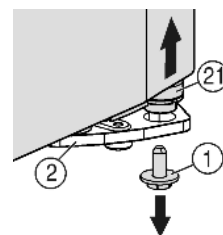
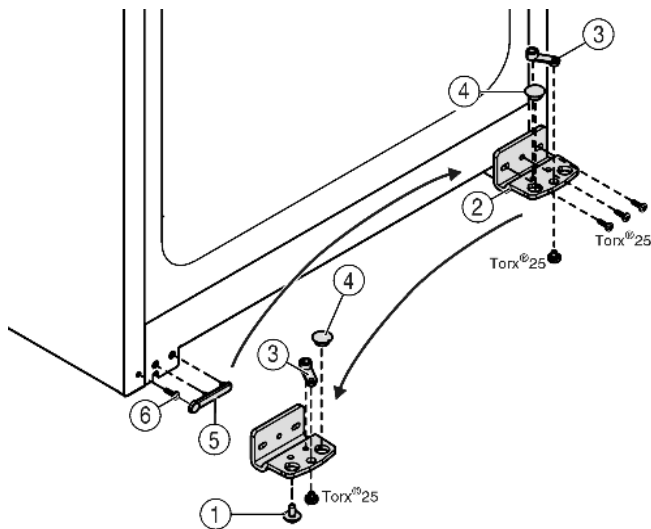

Fig. 4
Fig. 5
- ▶ Внизу справа на опорном кронштейне выкрутите фиксирующий винт *Fig. 4 (1)*.
- ▶ Опорный палец *Fig. 4 (21)* можно извлечь из опорного кронштейна *Fig. 5 (2)*.
- ▶ Если не удастся извлечь опорный палец *Fig. 4 (21)*, нажмите на него снизу.
- ▶ Открутите опорный кронштейн Fig. 5 (2).
- ▶ Открутите опорную деталь Fig. 5 (3) и, переставив в отверстие на противоположной стороне опорного кронштейна, снова прикрутите.
- ▶ Извлеките заглушку Fig. 5 (4) из опорного кронштейна и переставьте ее в отверстие на противоположной стороне опорного кронштейна.
- ▶ Осторожно снимите крышку со стороны ручки Fig. 5 (5).
- ▶ Выкрутите болт Fig. 5 (6) и вкрутите на противоположной стороне.
- ▶ Снова установите крышку Fig. 5 (5).
- ▶ Снова прикрутите опорный кронштейн Fig. 5 (2) на новой стороне шарнира (с моментом 4 Нм). При необходимости используйте аккумуляторный шурупверт.
- ▶ Вкрутите фиксирующий винт Fig. 4 (1) внизу в опорный палец и затяните (с моментом 4 Нм).